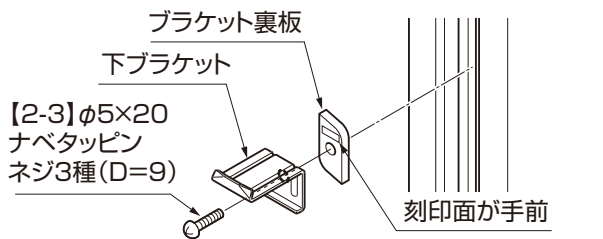

図3-2 ※刻印には「表」と表記されています
●ブラケット裏板には表裏の区別があります。必ず刻印面を手前に向けて取付けてください。(図3-2参照)
- ブラケット裏板には表裏の区別があります。必ず刻印面を手前に向けて取付けてください。(図3-2参照)